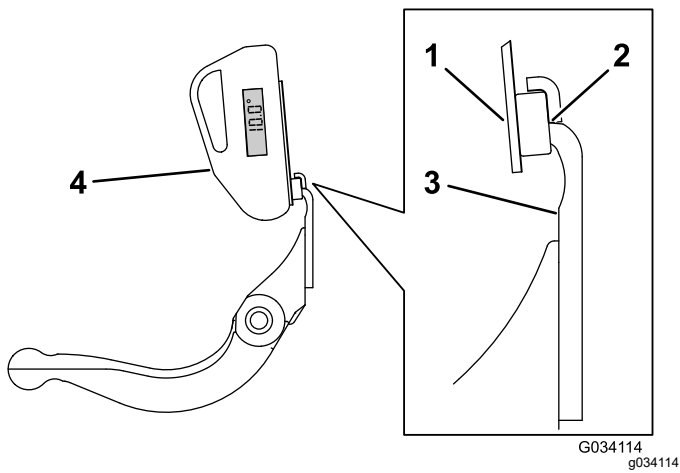

Figura 29
3. Coloque el soporte del indicador de ángulo sobre el filo de la contracuchilla de manera que el borde del imán esté enrasado con el filo de la contracuchilla (Figura 29).
4. Coloque el indicador de ángulo en el soporte, según se muestra en **Figura 29**.